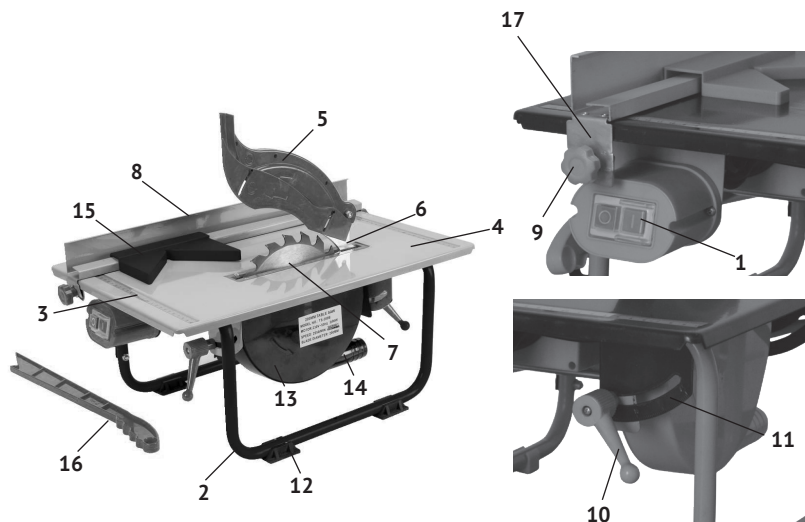

рис. 1
1.6 Общий вид и элементы пилы представлены на рис.1
1.7 Асинхронный двигатель крепится на пластине, закреплённой на раме (рис.1 поз.2), под рабочим столом (рис.1 поз.4). Трубчатая рама является основным несущим элементом пилы.
На защитных кожухах: верхнем (рис.1 поз.5) и нижнем (рис.1 поз.13) нанесены стрелки, указывающие направление вращения диска.
1.8 Для установки распиливаемой заготовки в нужном положении, на рабочем столе (с двух сторон) нанесена метрическая шкала (рис.1 поз.3).
Заготовка размещается на рабочем столе (рис.1 поз.4) в нужном положении с помощью параллельного (рис.1 поз.8) или закреплённого на нём углового упора (рис.1 поз.15). Распиливаемая заготовка подаётся оператором по рабочему столу к пильному диску вручную.
1.9 Выключатель – магнитный пускатель (рис.1 поз.1) расположен в торце передней части пилы. Он имеет две кнопки: зелёная с символом «I» - включение двигателя и красная с символом «0» - выключение двигателя (МЭК 60417).
Установка параллельного упора (рис.1 поз.8) возможна с любой стороны от отрезного круга. Пластина упора имеет высокий и низкий плоские бортики, для обработки заготовок разной толщины. Кроме того, низкий бортик согнут под углом 90°, что обеспечивает удобную установку и перемещение (при резке) вдоль него углового упора (рис.1 поз.15).
- ослабив винты-барашки (рис.1 поз.9) зажимов, сдвинуть планку параллельного упора на необходимое расстояние от режущего диска.
Точность установки контролируется по шкалам (рис.1 поз.3), с двух сторон рабочего стола.
- надвинуть угловой упор (рис.1 поз.15) на параллельный упор, как показано на рис.1;
Нижний защитный кожух (рис.1 поз.13) имеет патрубок (Ø 35 мм) для подключения промышленного пылесоса. Необходимо всегда использовать систему отвода отходов, для обеспечения комфортных условий на рабочем месте. Во время работы регулярно проверять и (при необходимости) очищать каналы отвода отходов.